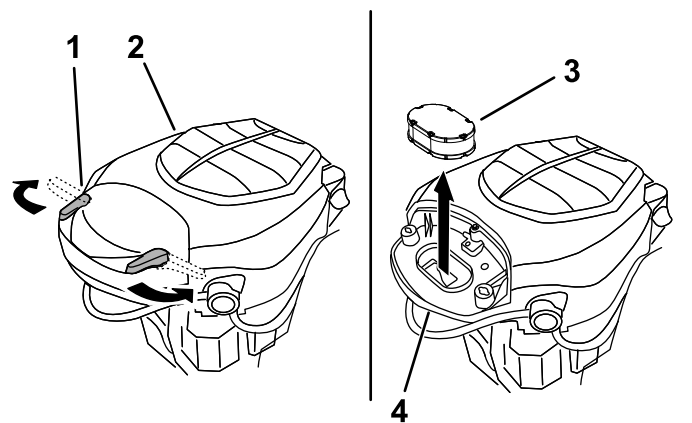

Figure 33
3. Reposez le couvercle et fixez-le avec les verrous (Figure 33).